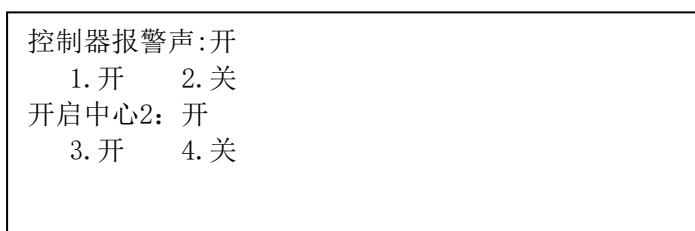

图5-15
- 按“功能”键进入选项菜单，按【↑】【↓】键进入设置菜单，按【←】【→】键进行翻页。按‘7’进入用户登录界面，输入二级密码，按“确认”键进入蜂鸣器设置界面。分别按‘1’‘2’‘3’‘4’键选相应功能的开关(图5-15)。